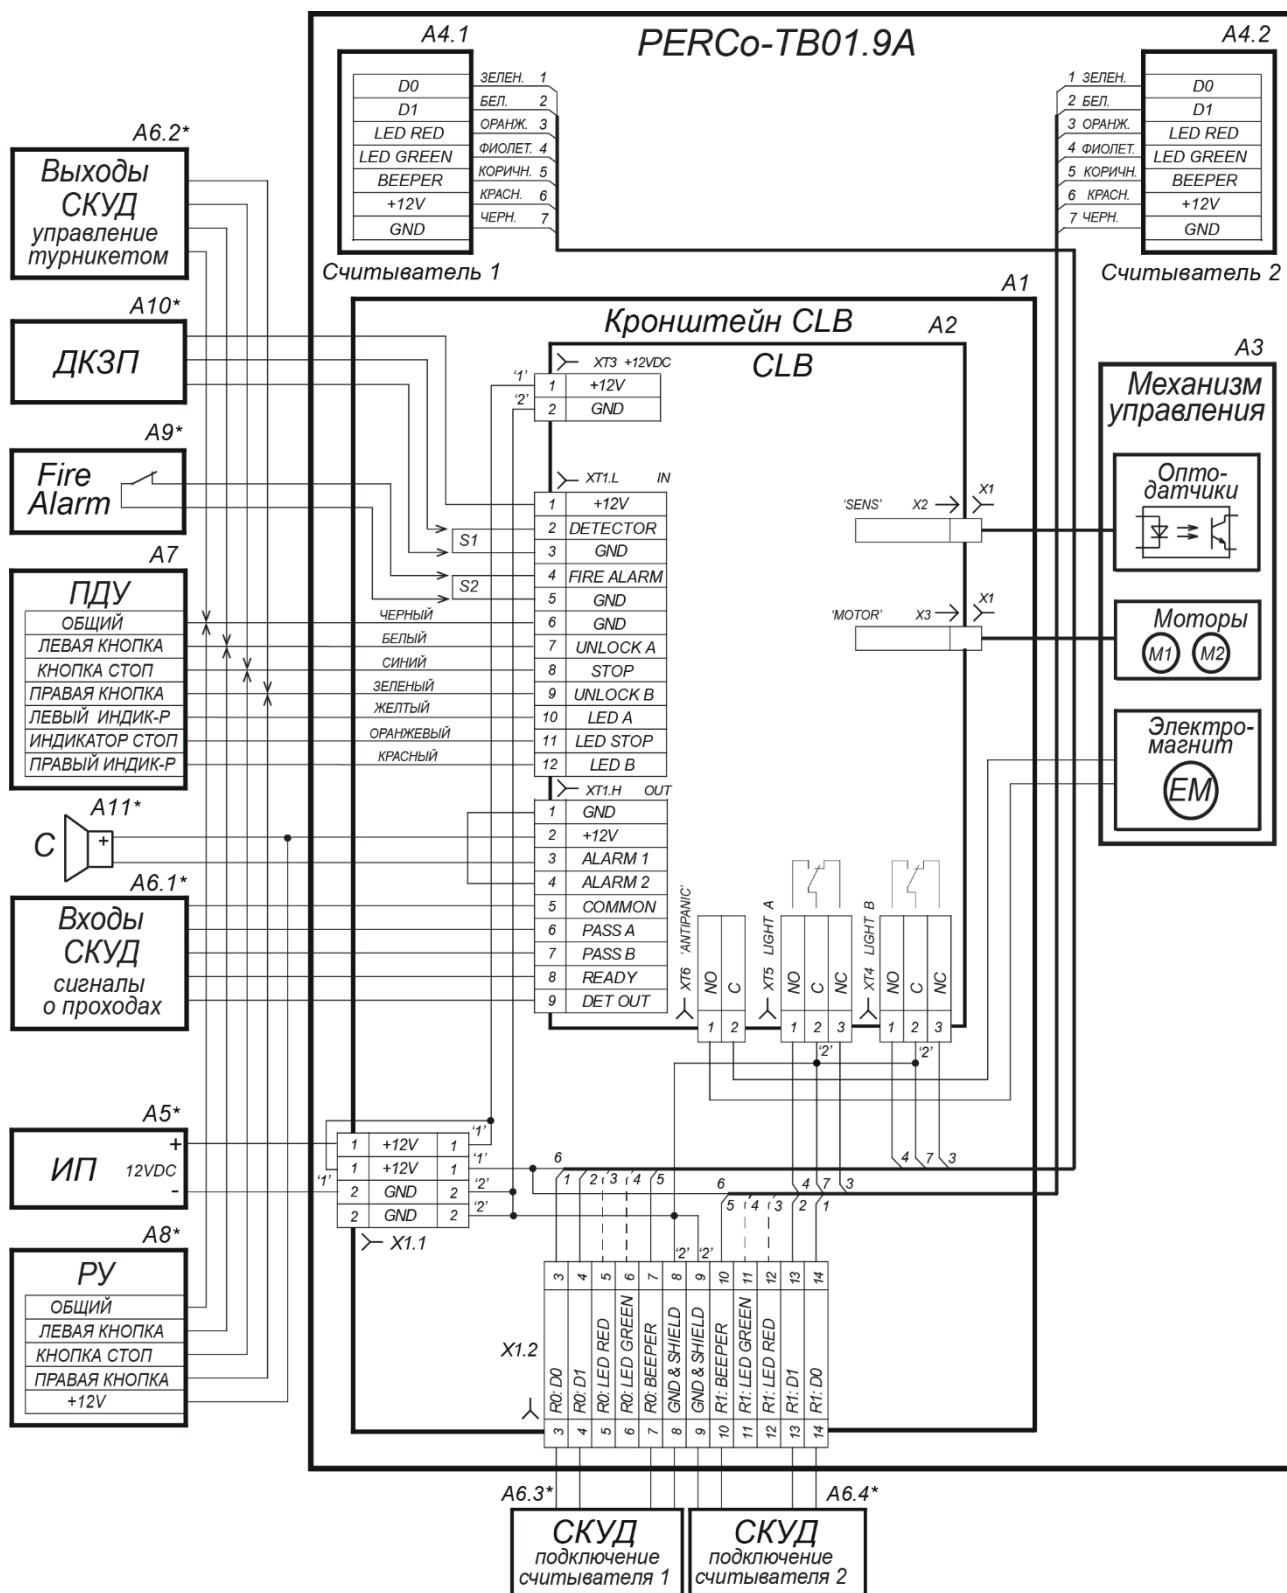

Рисунок 13. Схема электрических соединений турникета1
5. Демонтируйте заглушки стойки (7), открыв ключом замки (8). Установите стойку турникета на гильзы анкеров и закрепите ее болтами **M10**.
6. Снимите крышку турникета (3), отвернув ключом установочный винт (14) (см. разд. 6).
7. Подключите кабель питания (11) к клеммной колодке **X1.1** (см. рис. 13).
9. Подключите при необходимости кабели от других устройств к соответствующим клеммным колодкам платы управления (см. рис. 5 и рис. 13).
12. После подключения всех кабелей и крепления стойки к полу установите на место крышку (3) (см. разд. 6), заглушки стоек (7) в порядке, обратном снятию.
Подключение контроллера к плате управления производится в соответствии с рис. 13.
Передача данных от считывателей осуществляется по интерфейсу *Wiegand*. Подключение считывателей к контроллеру СКУД необходимо производить экранированным кабелем в соответствии с рис. 13.
\* Линии управления светодиодной индикацией считывателей при производстве подключены к клеммным колодкам **XT4**, **XT5** платы управления (см. рис. 13). Для осуществления внешнего управления индикацией от контроллера СКУД необходимо отключить оранжевые и фиолетовые провода считывателей от разъемов **XT4**, **XT5** платы управления, и подключить их к соответствующим контактам выносной клеммной колодки **X1.2**.